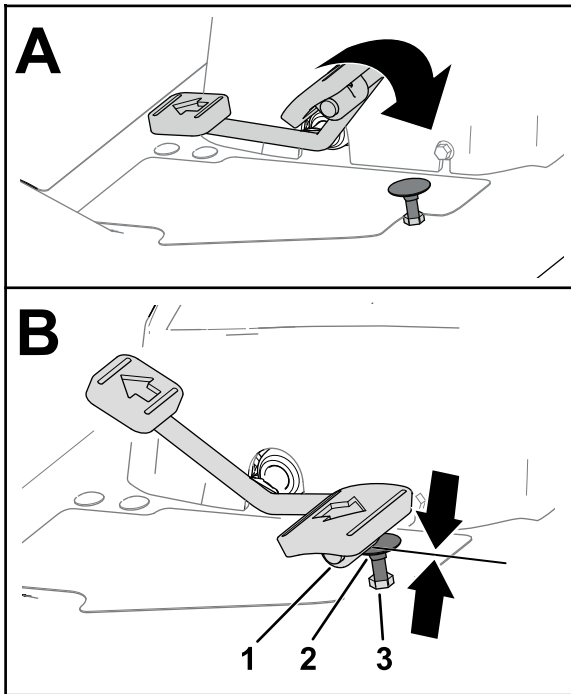
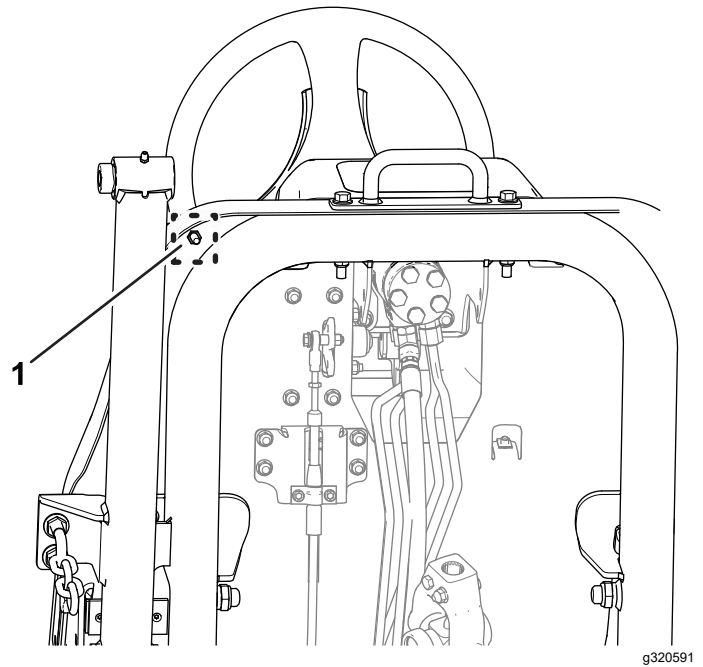

Figura 77
Figura 78
1. Spostate completamente in avanti il pedale di trazione (Figura 77).
- A. Fissate l'arresto del pedale di trazione (Figura 77) con una chiave.
- B. Allentate il controdado nella parte inferiore della piastra di appoggio del piede (Figura 78).
- C. Spostate completamente in avanti il pedale di trazione (Figura 77).
- D. Mantenendo fisso l'arresto del pedale di trazione, regolate il controdado sopra la piastra di appoggio del piede (Figura 77) fino a quando il pedale della trazione non viene a contatto con l'arresto.
- F. Mentre tenete fisso l'arresto del pedale di trazione, serrate il controdado nella parte inferiore della piastra di appoggio del piede (Figura 77 e Figura 78) a 37–45 N·m.